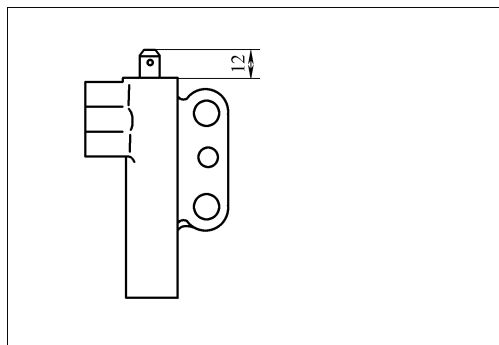

图 2-26 测量杆的突出量
② 检查杆端有无磨损或损伤，必要时更换新件。
③ 如图 2-26 所示, 测量杆的突出量。标准值: 12mm。若不符合标准, 更换新的自动张紧器。